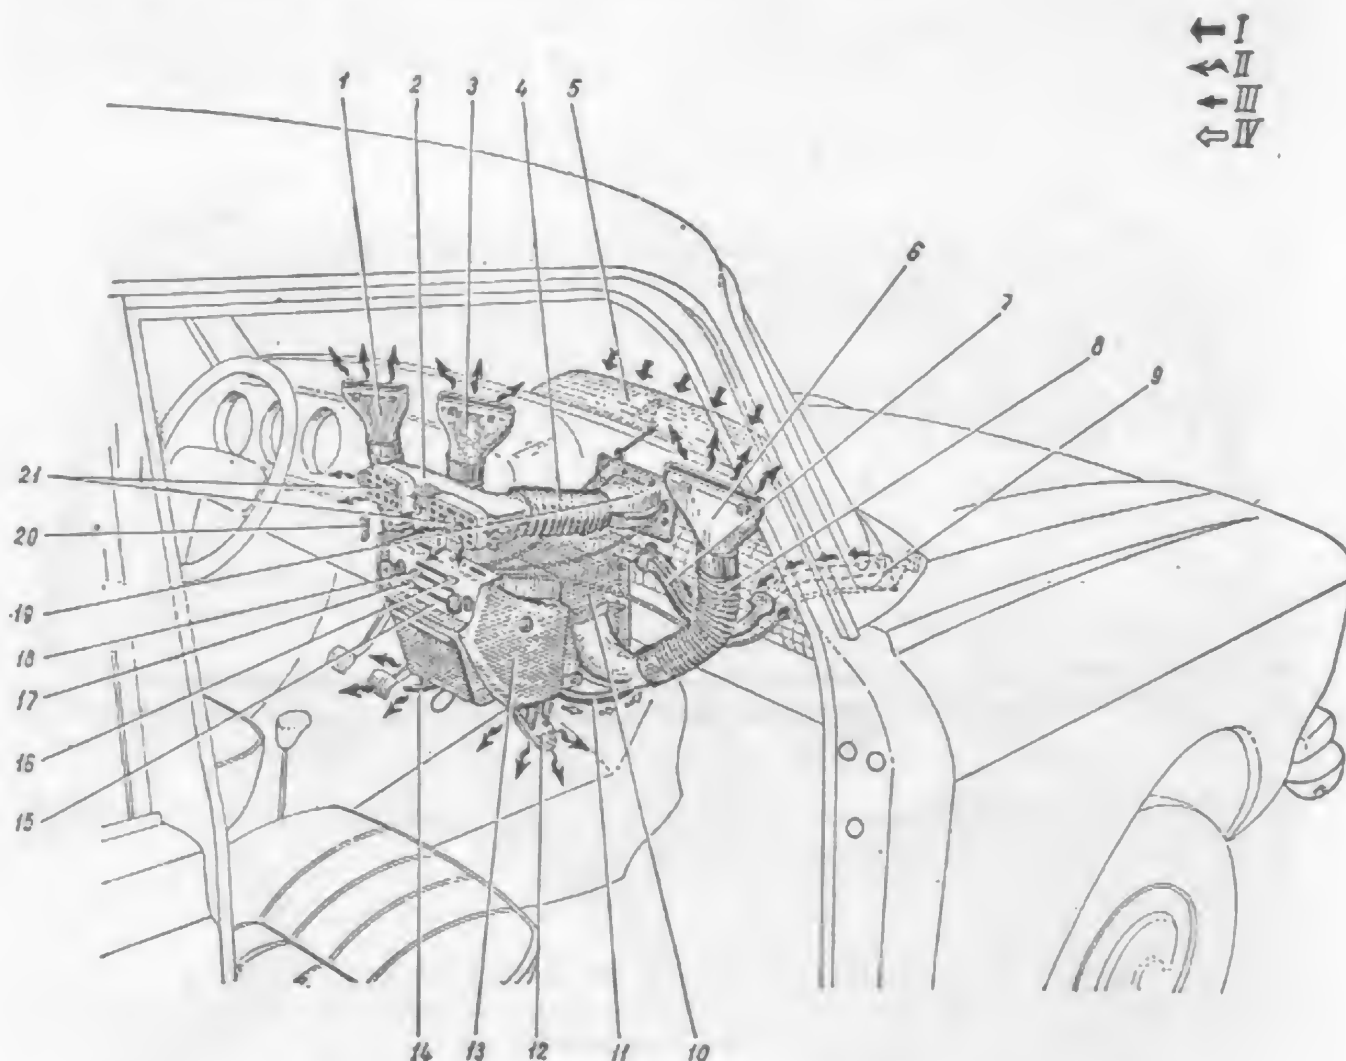

Bild. 26. Heizungs- und Belüftungsanlage des Wagens :
Im Gehäuse des Wagenheizers 10 (Bild 26) sind angeordnet: Wärmeaustauscher, Lüfter mit Motor und Einstellklappen 12, 14. Bild 26 zeigt die Richtungen der kalten sowie vorgewärmten Luft und die Strömungsrichtung der Flüssigkeit durch den Wärmeaustauscher des Wagenheizers. Heizung und Belüftung des Wagens sind in Abhängigkeit von Jahreszeit und Witterungsverhältnissen zu regeln.
1. Düsen 1, 3, 6 (Bild 26) für Entfrostung der Windschutzscheibe. Hierbei ist Klappe 5 der Belüftungs Luke der Karosserie (die vor der Windschutzscheibe angeordnet ist) zu öffnen, wozu Betätigungshebel 17 möglichst nach rechts zu verstellen ist.
— Klappe 5 der Belüftungsluke der Karosserie (Bild 26) und Klappe des Frischluftstutzens 19 öffnen ;
Um das Schwitzen der Windschutzscheibe zu verhüten, ist auf sie der kalte Luftstrom aus Entfrosterdüsen 1, 3 und 6 (Bild 26) zu richten. Die Intensität des Luftstroms kann noch vergrößert werden, indem Klappen 12 und 14 des Heizergehäuses geschlossen und der Heizerlüfter in Abhängigkeit von der Fahrgeschwindigkeit des Wagens auf entsprechende Drehzahl eingeschaltet werden.